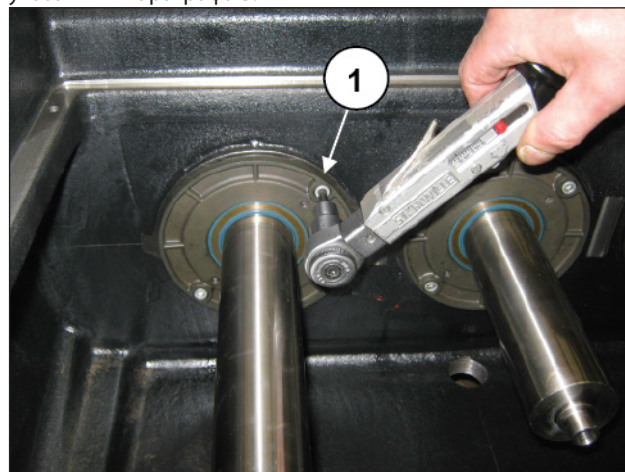

Рис. 140
Затяните два винта М6 (поз. ①, Рис. 140) с помощью динамометрического ключа, откалибровав их согласно указаниям параграфа 3.